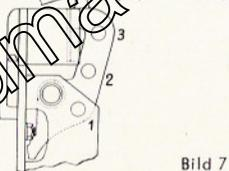

Bild 7
Die **Ansprech-Empfindlichkeit** der Regelungen kann durch Einstecken des oberen Lenkers in die verschiedenen Bohrungen des **Gebers (G)** verändert werden (s. Bild 7).